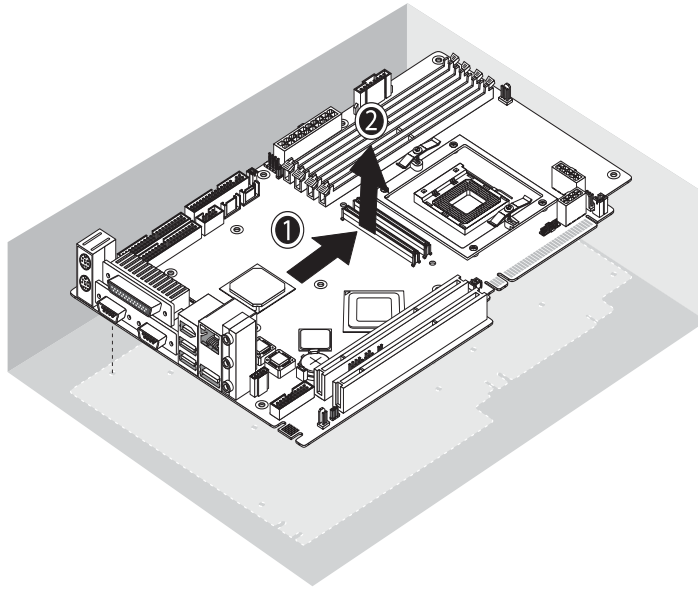

図 4-30 マザーボードのシャーシからの取り外し
9. マザーボードをシャーシの前面に向かってスライドさせ（図 4-30 の (1) を参照）、持ち上げてから引き抜きます (2)。